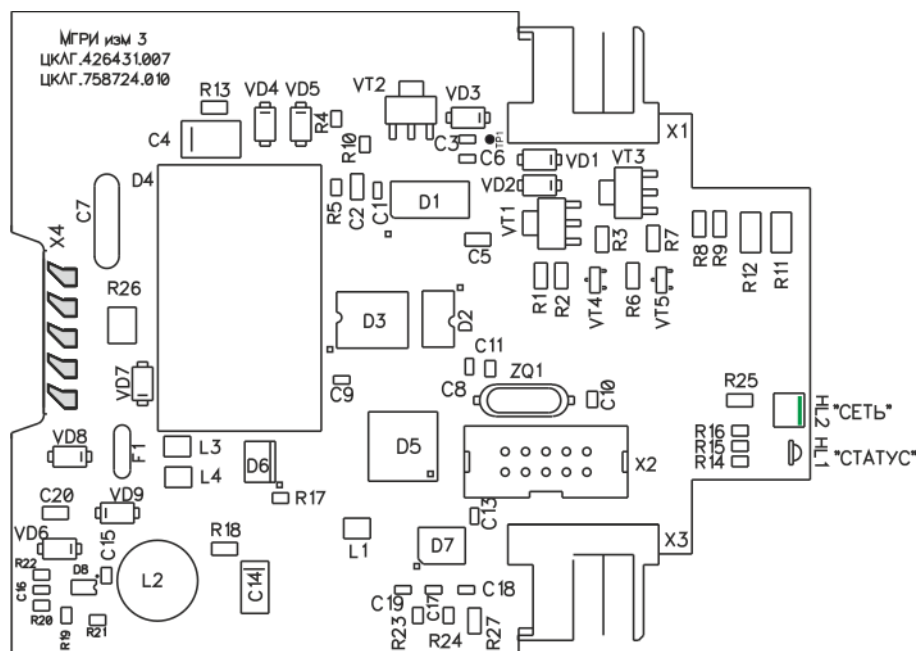

Рисунок 4.2 – Расположение элементов на печатной плате МГРИ
4.3 Расположение элементов на печатной плате. Элементы схемы МГРИ конструктивно расположены на печатной плате (рисунок 4.2).